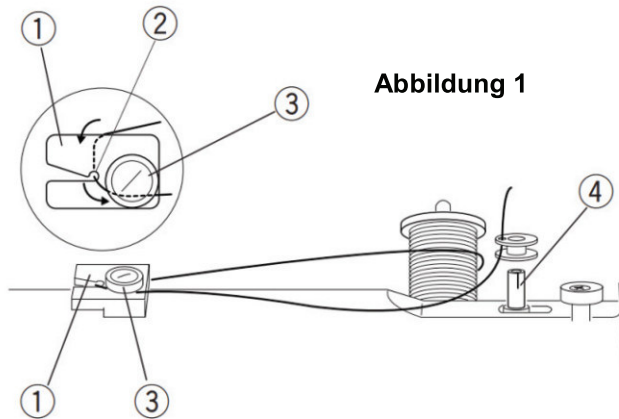

Abbildung 1
Nehmen Sie das Fadenende von der Garnrolle und führen Sie den Faden um die Fadenführung ① und durch die Nut ② unter der Scheibe ③ herum (Abb. 1).